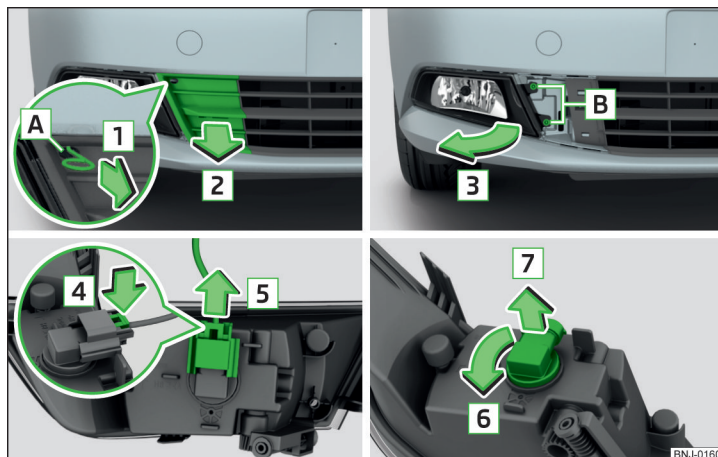

Fig. 213 Smontaggio fendinebbia / sostituzione lampadina per fendinebbia
- Allentare la griglia di protezione tirando dal gancio nella direzione indicata dalla freccia **[1]** » fig. 213.
- Premere il bloccaggio in corrispondenza della spina, nella direzione indicata dalla freccia **[4]** » fig. 213.
- Inserire il fendinebbia nel senso contrario a quello indicato dalla freccia [3] » fig. 213 e avvitare in maniera decisa.